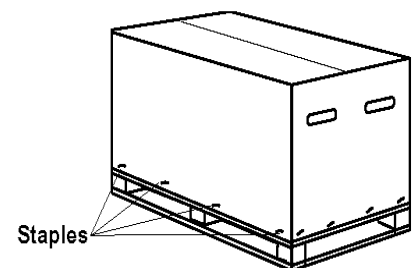

Fig.3-1 Base Section Carton
(1) Retirez toutes les agrafes fixant le carton à la palette ou coupez le carton juste au-dessus de la ligne des agrafes et retirez le carton (fig 3-1).